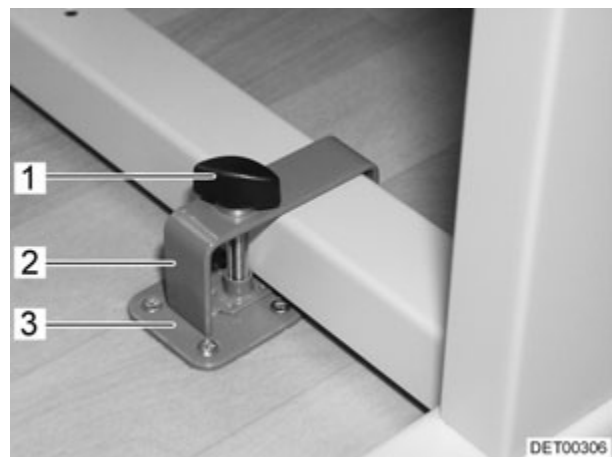
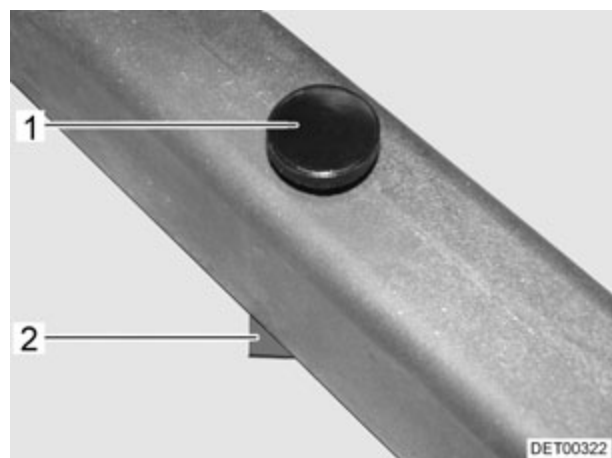

Fig. 49 Bloqueo mesa abatible (variante 1)
Fig. 50 Bloqueo mesa abatible (variante 2)
- Colocar la mesa abatible junto a la sujeción (Fig. 49,3) o sobre la sujeción (Fig. 50,2).
- Colocar la horquilla (Fig. 49,2) con el tornillo de sujeción (Fig. 49,1) sobre la pata de la mesa.
- Desplazar la horquilla y de ser necesario la mesa abatible de tal manera que el tornillo de sujeción (Fig. 49,1 ó Fig. 50,1) pueda atornillarse en la sujeción (Fig. 49,3 ó Fig. 50,2).